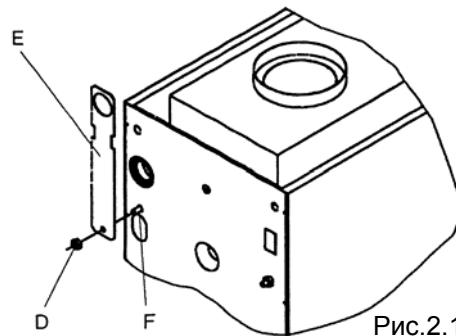

Рис.2.11
- отвинтите гайку D верхнего заднего болта (рис. 2.11);
- поставьте вторую проушину Е на болт F по диагонали по отношению к первой проушине (рис. 2.11);
- привинтите на место гайку D (рис. 2.11);